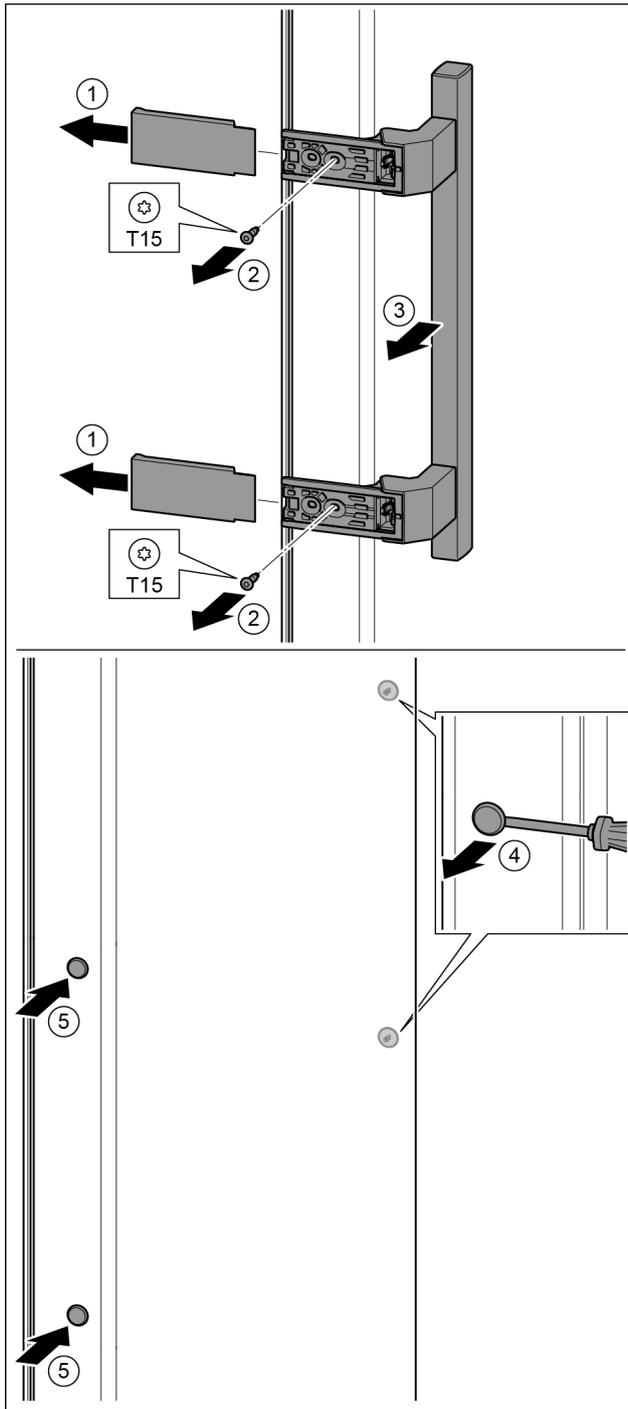

Fig. 21
- ▶ Abdeckung abziehen. Fig. 21 (1)
- ▶ Schrauben mit Schraubendreher T15 herausdrehen. Fig. 21 (2)
- ▶ Griff abnehmen. Fig. 21 (3)
- ▶ Seitlichen Stopfen vorsichtig mit einem Schlitzschraubendreher anheben und herausziehen. Fig. 21 (4)
- ▶ Stopfen auf der anderen Seite wieder einsetzen. Fig. 21 (5)